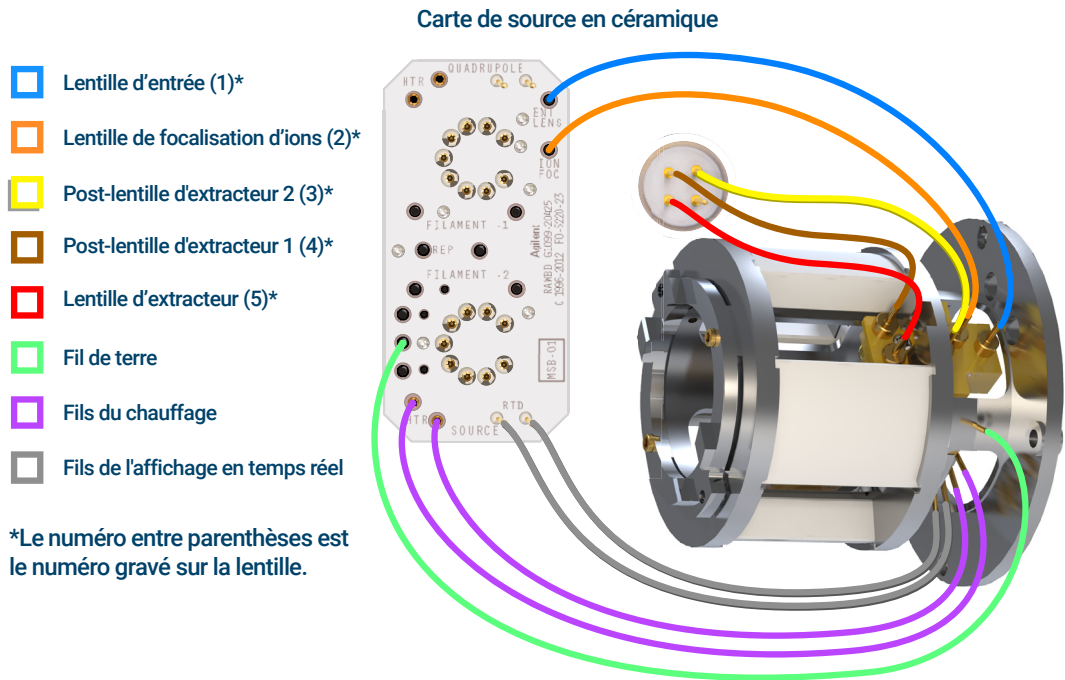

Figure 73. Câblage reliant la carte de source en céramique/connecteur traversant et le radiateur de la source EI HES
- 1 Utiliser des brucelles ou des pinces à bec effilé pour brancher/débrancher le fil vert de terre et les 5 fils de lentille du radiateur. Ne pas plier les fils plus que nécessaire. (Voir **Figure 73**.)